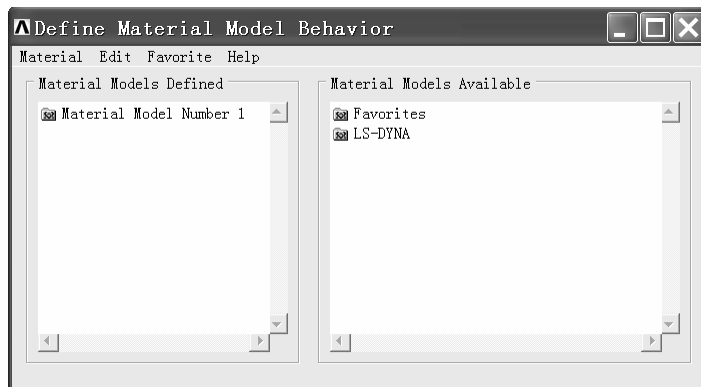

图 6-10 “Define Material Model Behavior”窗口
(1) 依次选择 **Main Menu>Preprocessor>Material Props>Material Models**，弹出“Define Material Model Behavior”窗口（见图 6-10）。